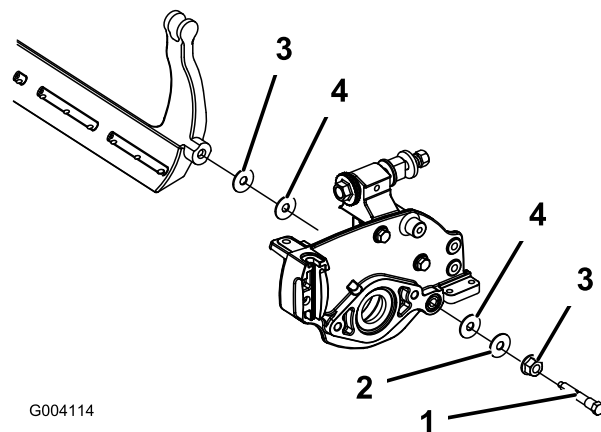

図 59
4. 各ベッドバー・ボルトを抜いて、ベッドバーを下に引き抜いて外す。ベッドバーの両端にナイロン・ワッシャとスチール・ワッシャが2枚ずつあるので注意する (図 59)。